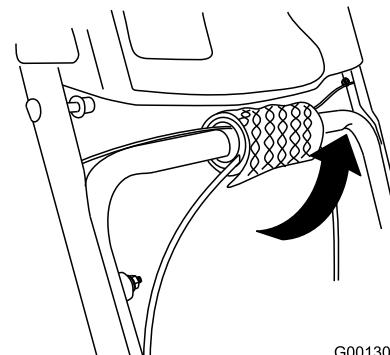

Figura 6
1. Svolgete le terminazioni dei cavi dalla stegola inferiore (Figura 6).